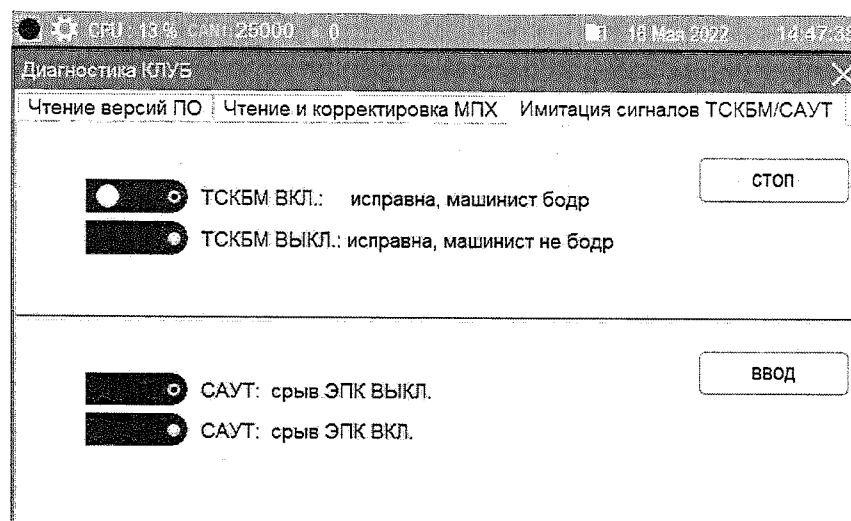

Рисунок 61
1.5.21.2 Во вкладке «Имитация сигналов ТСКБМ/САУТ» реализована функция имитации сигналов (рисунок 61):